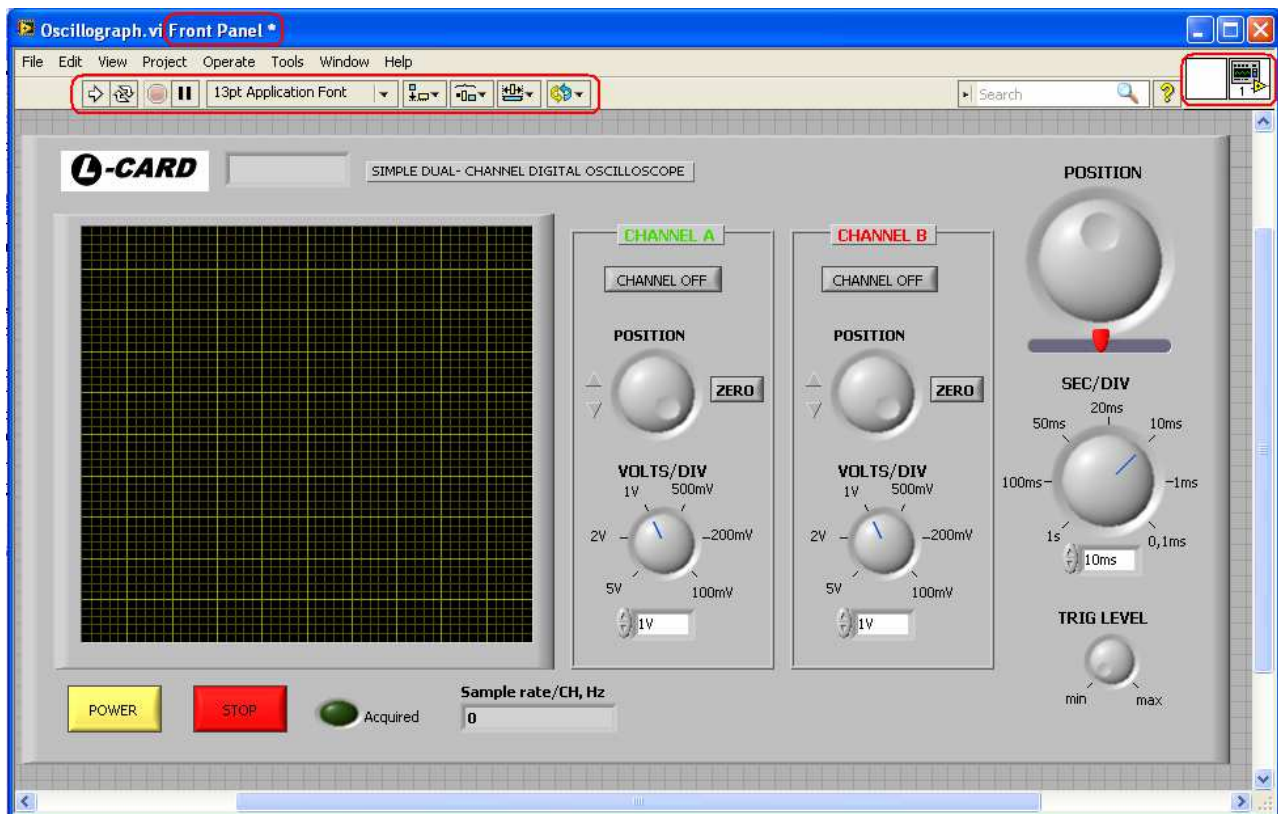

Рис. 2. Пример окна лицевой панели.
Окно лицевой панели является пользовательским интерфейсом виртуального прибора (ВП) Virtual Instruments (VI). На Рис. 2 приведен пример окна лицевой панели вместе с органами управления (ручки, кнопки, переключатели, движки, ...) и индикаторами (экран осциллографа, стрелочный и цифровой индикаторы, лампочка, ...), которые являются соответственно устройствами ввода и вывода VI прибора.